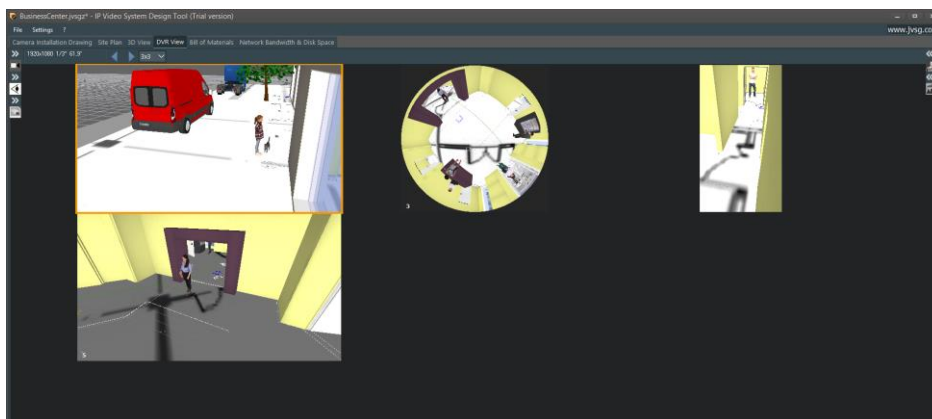

Рисунок 2.4 – Приклад вкладки «DVR View»
4. Опрацювати за теоретичним матеріалом вкладку «Види з камер» (рис. 2.4);